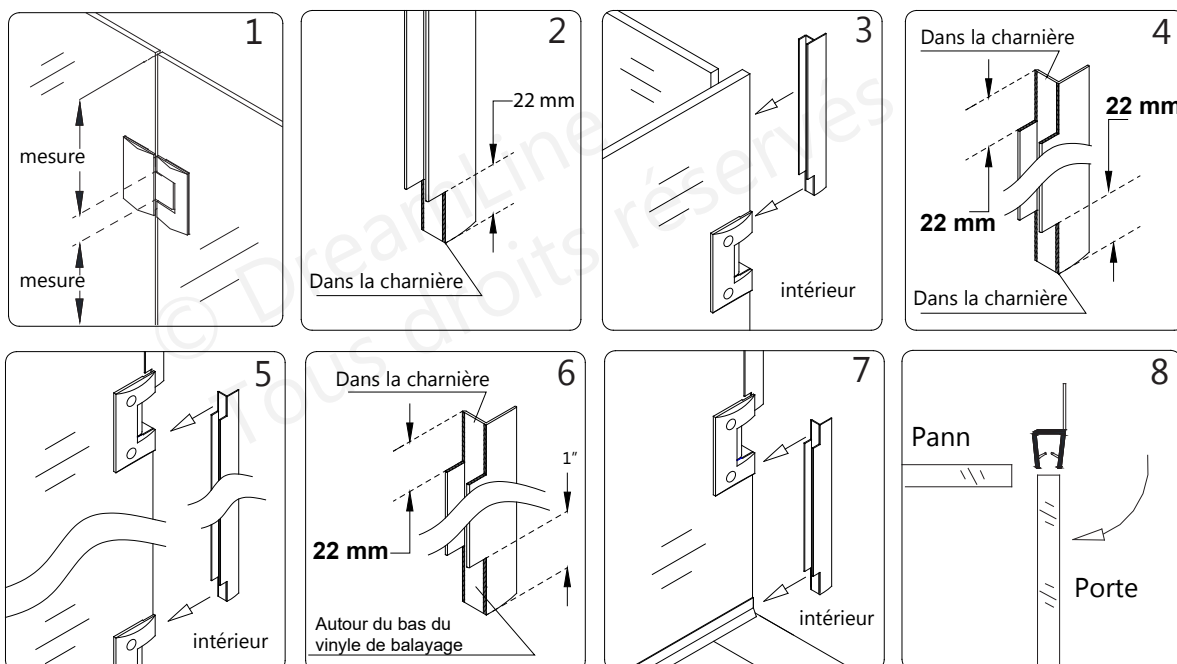

**Fig 22**
**REMARQUE:** Assurez-vous que le **vinyle de balayage (N° 07)** est au même niveau, égal et symétrique avec la bordure verticale de la **porte vitrée (N° 01)** du **côté-poignée**. (Fig 22)